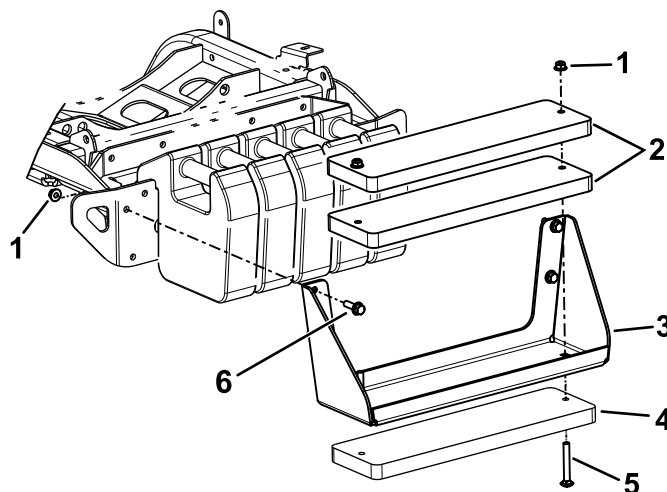

Figura 20
Nota: Consulte estos pasos en la Figura 20.
- A. Utilice los pernos ($\frac{3}{8}$ " x 4") y las tuercas ($\frac{3}{8}$ " para sujetar los 3 pesos al soporte (Figura 20).
- B. Utilice los pernos de cabeza hexagonal y las tuercas (incluidos en el kit) para sujetar el soporte de los pesos a la máquina (Figura 20).
- A. Retire el soporte de los pesos de la máquina (Figura 20).
- C. Utilice los pernos ($\frac{3}{8}$ " x 4") y las tuercas ($\frac{3}{8}$ " para sujetar los 3 pesos al soporte (Figura 20).
- D. Utilice las fijaciones que retiró anteriormente para sujetar el soporte de los pesos a la máquina (Figura 20).